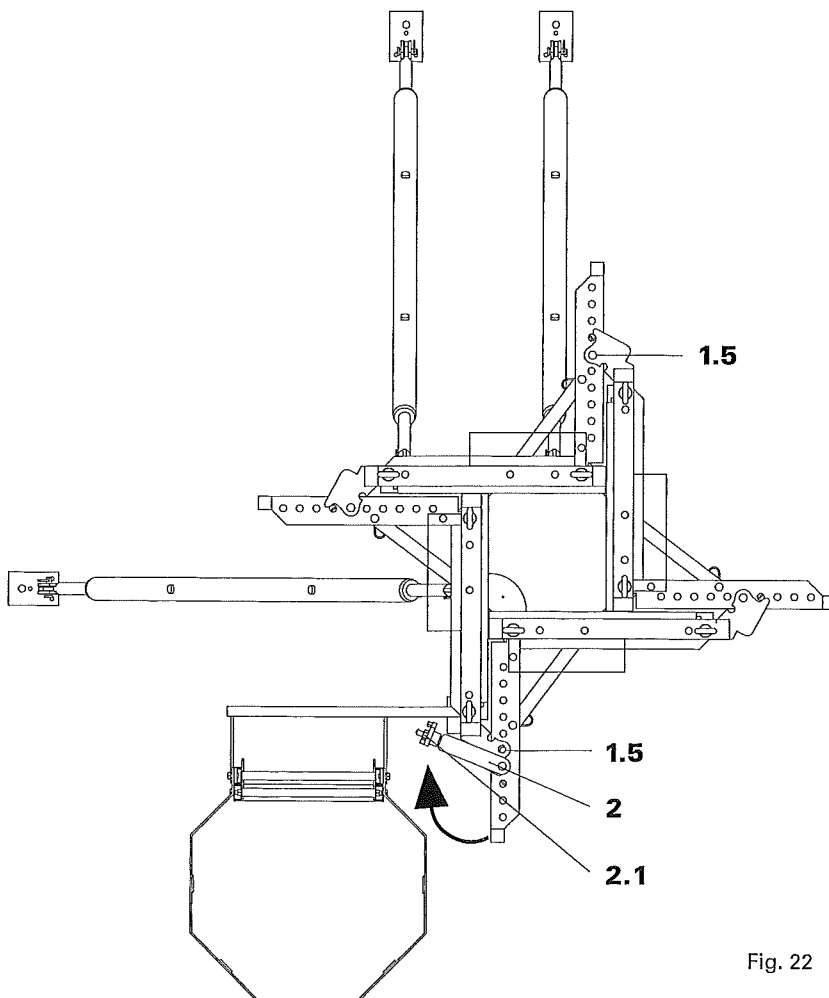

Fig. 22
3. Fissare la seconda unità di semipilastro all'unità già posizionata verticalmente con perni **1.5** e inserti a molla (fig. 22).
4. Ruotare i dispositivi di serraggio in corrispondenza delle cerniere del telaio pilastro e serrarli con i dadi a due alette **2.1** (fig. 22).